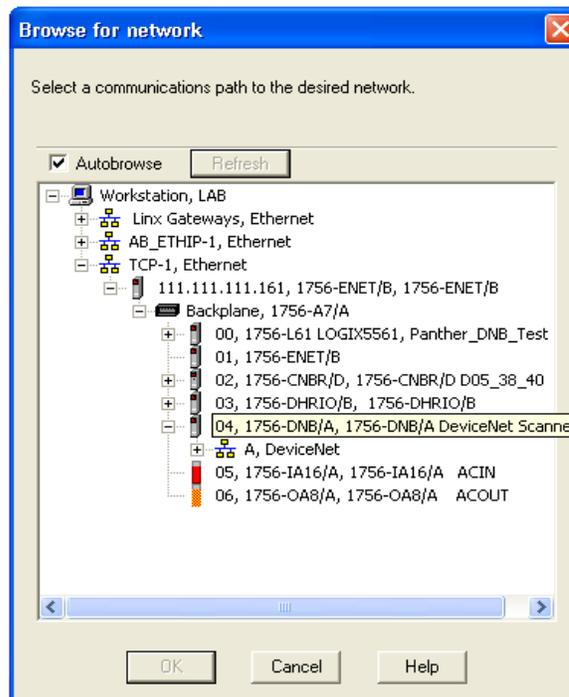

Figure 3-12 : Navigation à la recherche du réseau
2. Sélectionnez le chemin approprié du réseau. Dans ce cas (Figure 3-12), le scanner 1756-DNB/A DeviceNet est sélectionné.